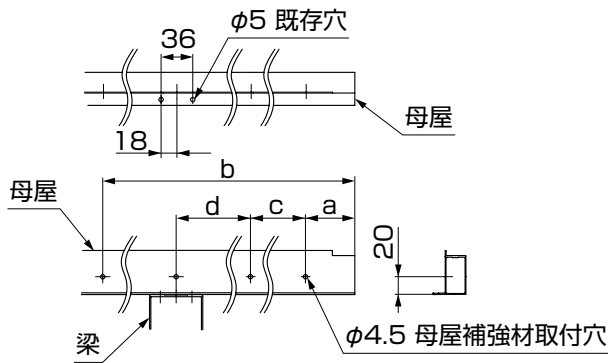

図2-1
①母屋の側面にφ4.5の母屋補強材取付用の穴加工をしてください。(図2-1・表2-1参照)